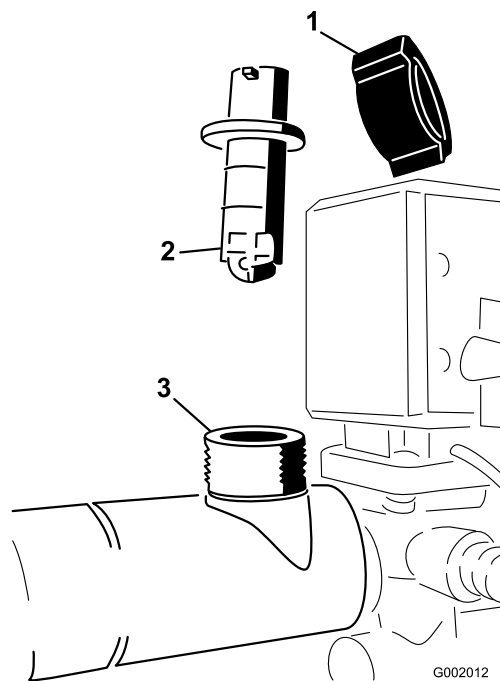

Bild 68
2. Nehmen Sie den Befestigungsdeckel vom Gehäuse des Durchflussmessers ab (Bild 68).